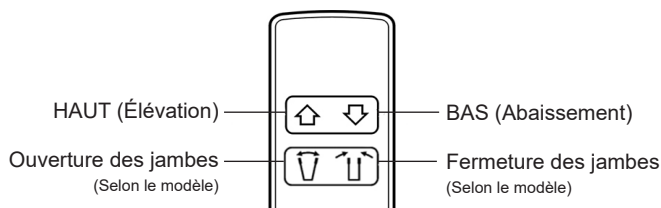

Fig. 9
7. Appuyez sur les boutons Haut et Bas de la commande manuelle (Fig. 9) et vérifiez que le bras s'élève et s'abaisse.